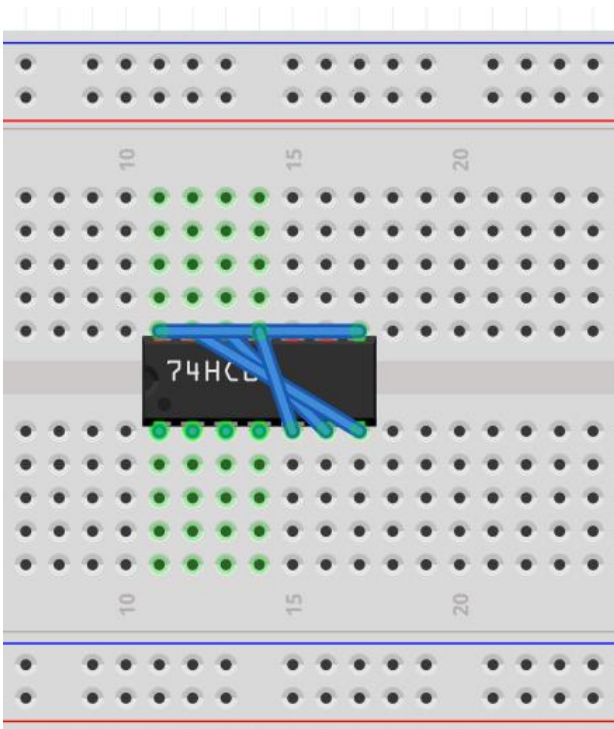

图 5 修改后的电路
- 2、修改引脚数为“14”，修改芯片标签为“74HC00”，电路如图 5 所示。